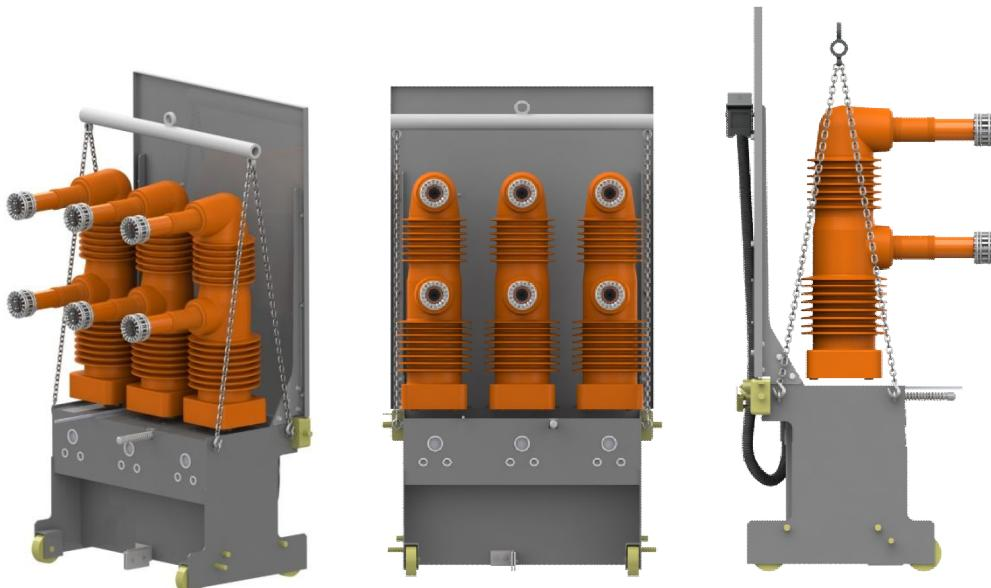

Рис. 18 Расположение приспособлений для подъема выключателя
– транспортирование выключателя вне заводской упаковки допускается только внутри помещений при помощи подъемного механизма с зацепом согласно рис. 18.